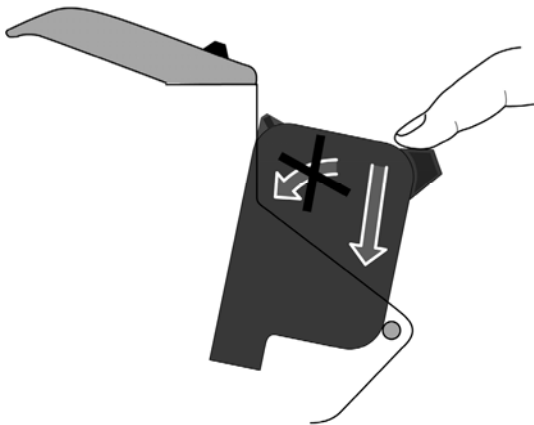
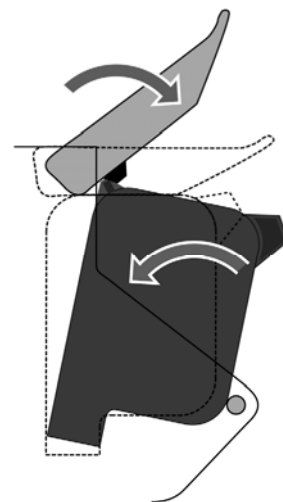

Abbildung 7: Einsetzen der Tintenpatrone
Abbildung 8: Halterungshebel arretieren
Um Verbindungsprobleme und Beschädigungen zu vermeiden, installieren Sie die Patrone wie in Abbildung 7 und Abbildung 8 dargestellt.
- Arretieren Sie den Hebel in Pfeilrichtung, wie in Abbildung 8 gezeigt. Die Patrone wird dadurch in ihre endgültige Position gekippt, und der Kontakt wird ordnungsgemäß hergestellt.